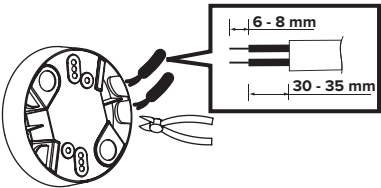

FIG. 12
- 2. Pour faire passer les fils dans les ouvertures sur le côté de l'enceinte, dégagez ces trous marqués mais encore couverts à l'aide de cutters latéraux. Faites ensuite passer le câblage dans les trous dégagés et dénudez l'isolation du câblage sur 6-8 mm (FIG. 12).